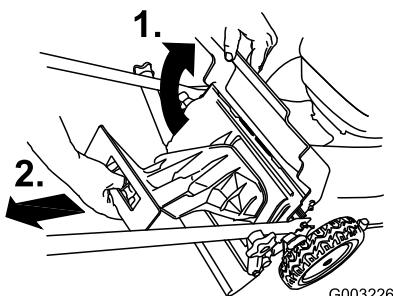

Figura 24
1. Levante y sujeté la puerta trasera (Figura 24).
2. Retire el tapón de descarga trasera (Figura 24).